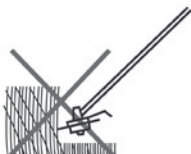
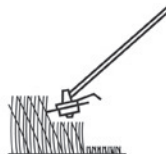

Fig. 48
Fig. 49
- > Recorte la hierba más larga por fases; no la corte de una sola pasada (Fig. 48). Para obtener los mejores resultados, corte la hierba más larga por pasos (Fig. 49).